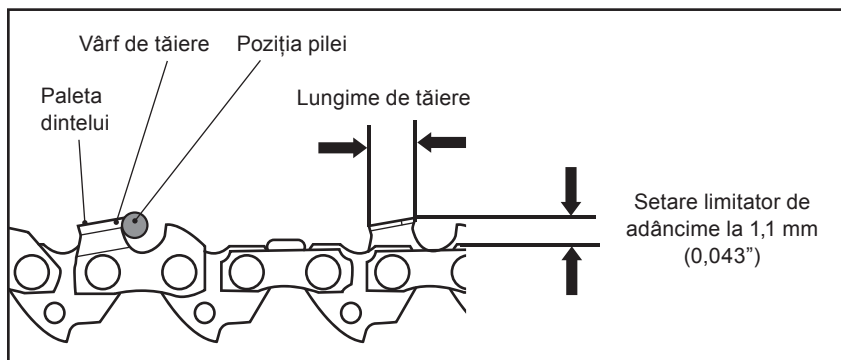

Fig. 45
9. Folosește un instrument de măsurare a limitatoarelor de adâncime pentru a le verifica înălțimea. Instrumentele de măsurare a limitatoarelor de adâncime sunt disponibile la cei mai reputați comercianți de unelte (Fig. 45).